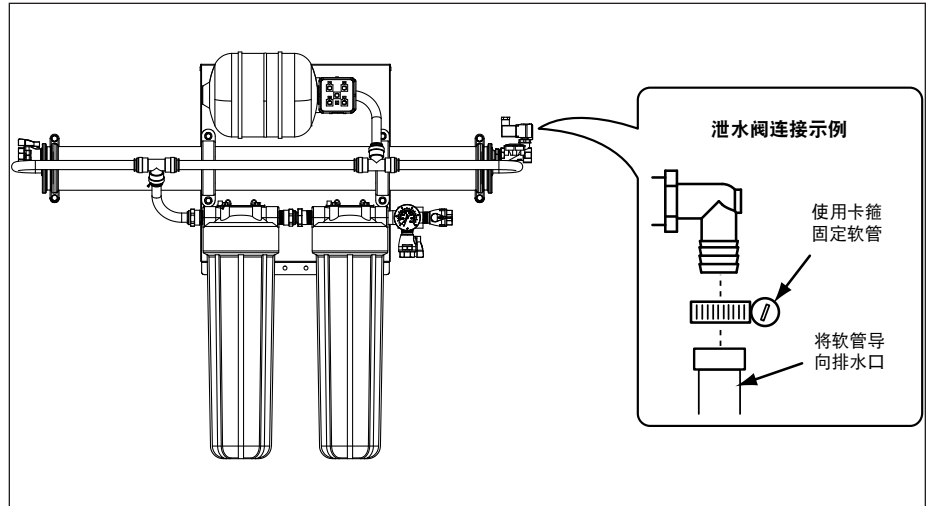

图 4. 排水阀连接
2. 使用适当的配件（未随附），将软管的一端连接至排水阀（图 4）。